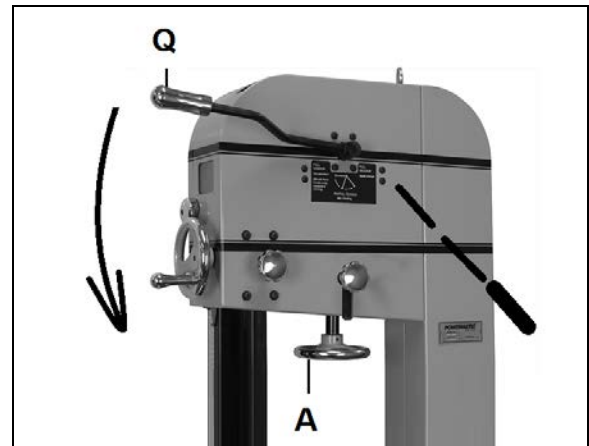

Fig 33
Lösen Sie die Bandspannung durch Umlegen des Band-Schnellspanhebels (Q, Fig 33) und durch Drehen am Bandspann-Handrad (A).